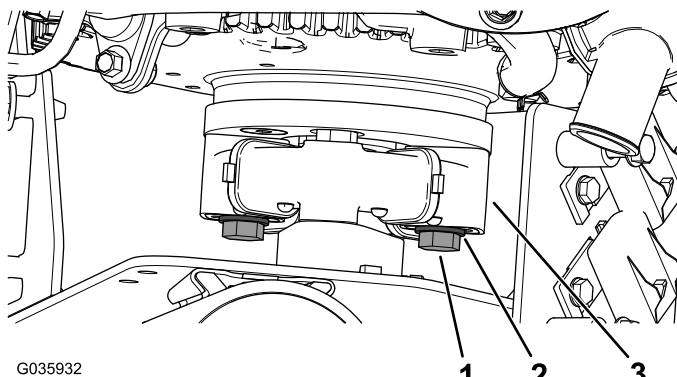

Figura 4
5. Retire os dois parafusos e duas anilhas do conjunto do acoplador (Figura 4).